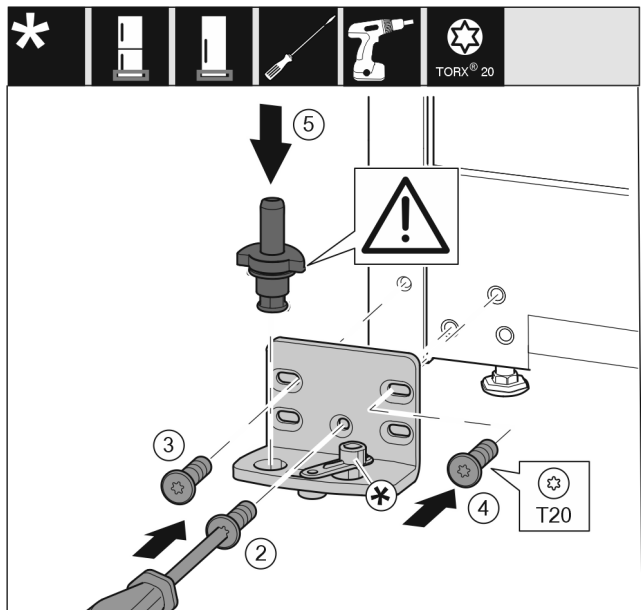

Fig. 20
- Sätt in lagerbocken på den andra sidan och skruva fast med hjälp av en skruvmejsel. Börja med skruven Fig. 20 (2) nere i mitten.
- Dra åt skruv Fig. 20 (3) och skruv Fig. 20 (4).
- Sätt in lagerbulten Fig. 20 (5) helt. Se till att låskammen riktas bakåt.